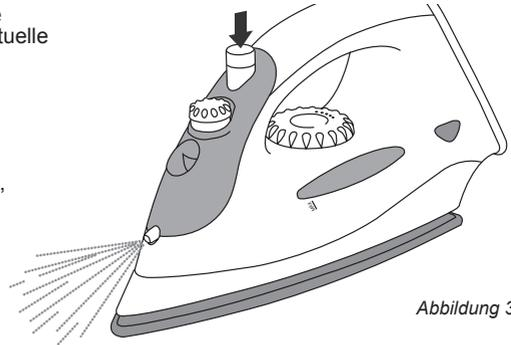

Abbildung 3
Sie den Wahlknopf (6) auf Stufe '☂' stellen und drücken Sie danach darauf (siehe Abbildung 3).